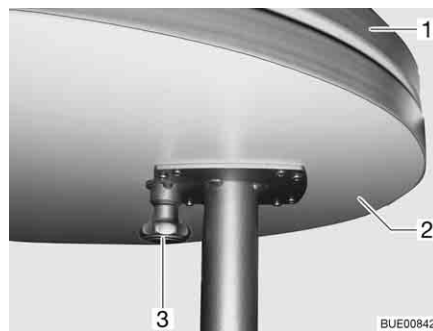

Bild 94 Fester Tisch
- Knopf (Bild 94,3) der Verriegelung nach unten ziehen und die Tischplattenverlängerung (Bild 94,2) herausschwenken.
- Tischplattenverlängerung (Bild 94,2) unter die Tischplatte (Bild 94,1) schwenken, bis die Verriegelung hörbar einrastet.